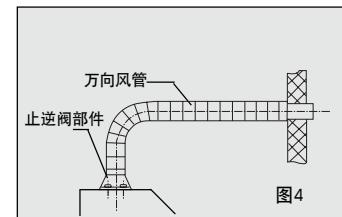

图4
2、将万向风管插入止逆阀座的槽内，并用 3 个 ST3X8 的十字槽盘头螺钉紧固于止逆阀部件上（见图 4）。
- 3、将万向风管按图 4 所示引出室外或排烟通道。